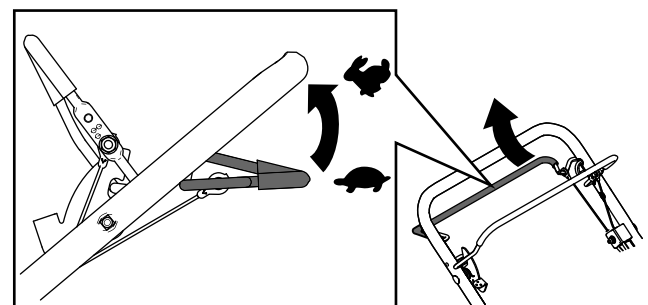

Figure 17
3. Pour actionner l'autopropulsion, serrez la barre de commande (Figure 17).